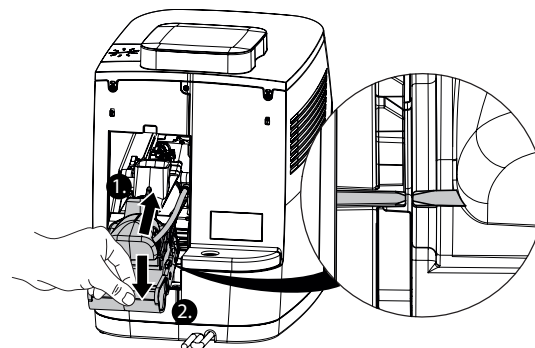

Abb. 16: Brüheinheit einsetzen
6. Setzen Sie die Brüheinheit wieder in die Maschine ein und schieben Sie sie so weit es geht hinein bis sich die Rastnasen auf einer Höhe befinden (Abb. 16).